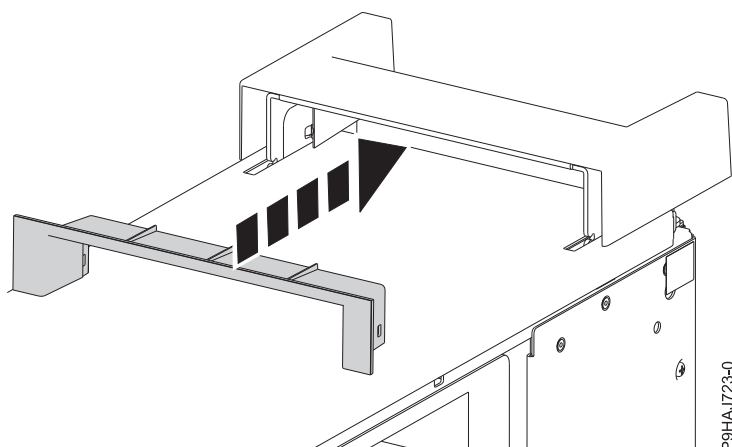

Figure 29. Insertion de la pièce plastique dans la poignée
5. Insérez la pièce plastique dans la poignée en la poussant fermement comme illustré dans la figure 29.